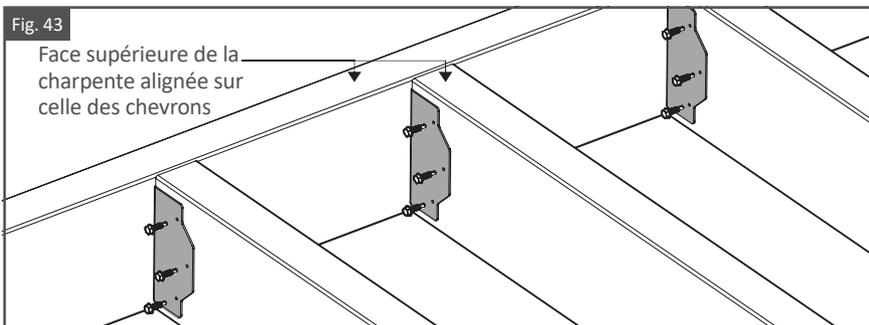

Fig. 44
7. Les ferrures F-50 peuvent également être retournées et installées de façon à ce que les deux faces des ferrures soient exposées et détournées des chevrons, comme illustré à la fig. 44.